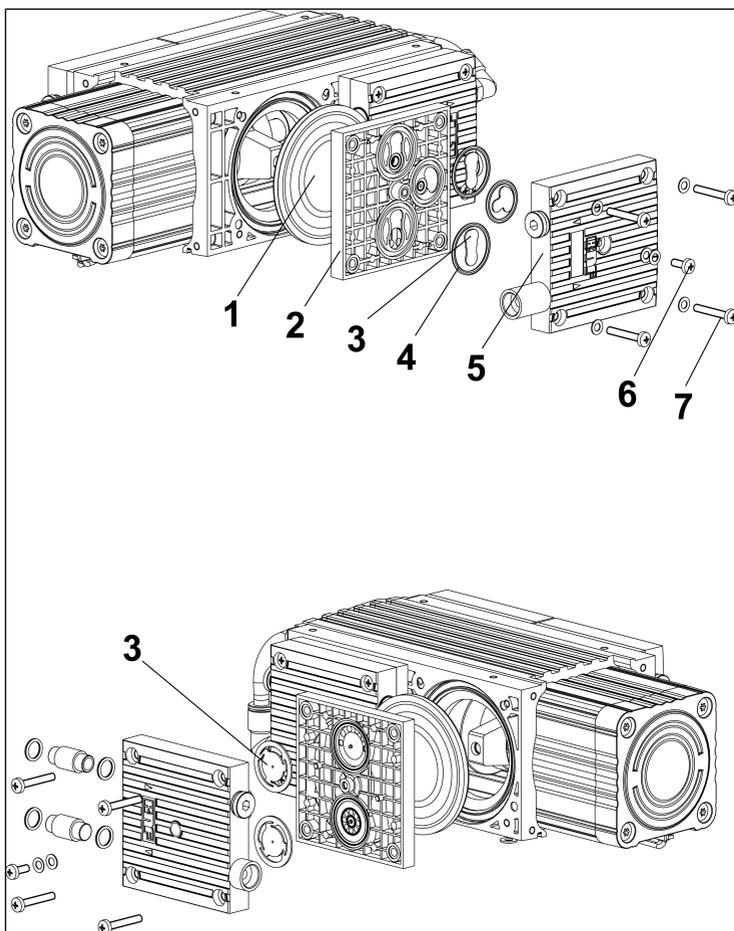

Fig.9: Vista esplosa
\*\*vedere Fig. 9
7. Allentate le 8 viti di fissaggio esterne (7/Fig. 9) delle teste (1 e 2) e rimuovere le teste (1 e 2).
4. Posizionare le teste 1 e 2 sulla carcassa della pompa e serrare a mano le viti di fissaggio (7/Fig. 9) in sequenza incrociata (coppia di serraggio: 3,5 Nm).